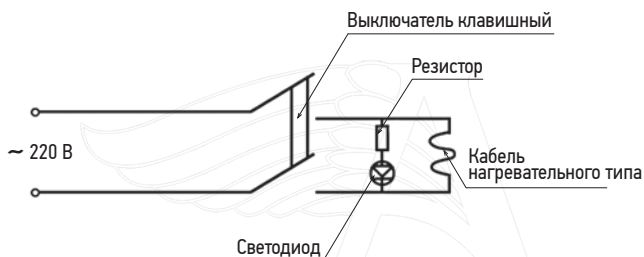

Рис. 4
- 5.1. Схема электрическая принципиальная полотенцесушителя электрического бытового представлена на Рис. 4.